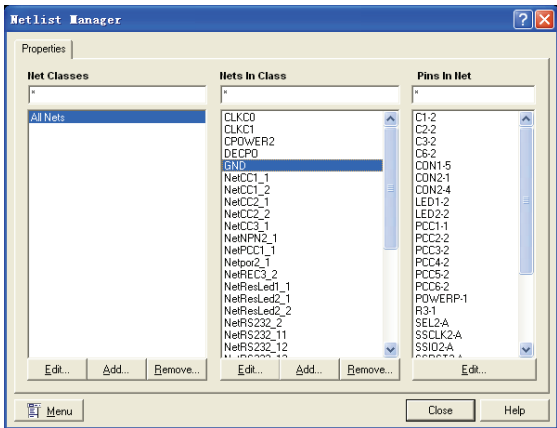

图 6-36 “Netlist Manager” 对话框
1) 首先在打开的 PCB 文件中（需要装载了网络表文件），选择“Design” → “Netlist Manager” 命令，系统将弹出如图 6-36 所示的“Netlist Manager”对话框。